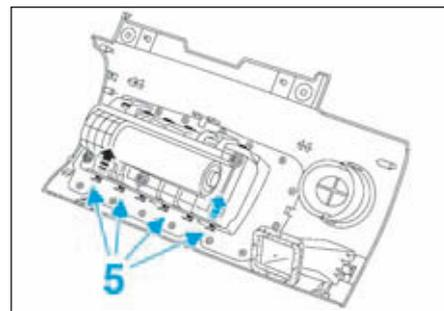

FIG.5
- Déposer l'airbag en agissant sur les clips (5) (Fig.5).